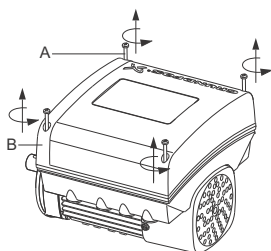

Рис. 58 Снятие крышки клеммной коробки
1. Открутите четыре винта (рис. 58, А) крышки клеммной коробки (рис. 58, В) и снимите её с клеммной коробки.
- Установите крышку клеммной коробки (рис. 58, В) и затяните по диагонали четыре монтажных винта (рис. 58, А) с моментом затяжки 6 Нм.